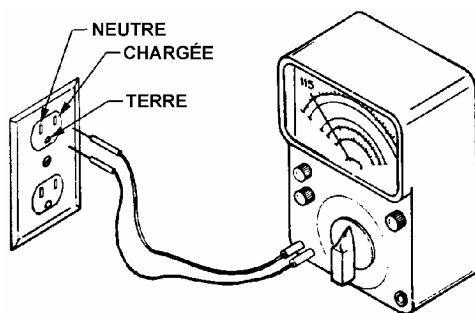

Figure 2. Prise 115 volts
1. **Vérification de la tension :** À l'aide d'un voltmètre réglé pour la vérification de la tension secteur c.a., insérer un connecteur dans la borne **CHARGÉE (HOT)** et l'autre dans la borne **NEUTRE (NEUTRAL)**. Le voltmètre devrait indiquer entre 103 et 126 volts c.a. Voir la figure 2.
2. **Vérification de la mise à la terre et de la polarité :** À l'aide d'un voltmètre réglé pour la tension secteur c.a., insérer un connecteur dans la borne **CHARGÉE (HOT)** et l'autre dans la borne **TERRE (GROUND)**. Le voltmètre devrait indiquer entre 103 et 126 volts c.a. Voir la figure 2.
REMARQUE La borne CHARGÉE (HOT) de la prise doit toujours être dans le sens contraire des aiguilles d'une montre (antihoraire) à partir de la borne TERRE (GROUND), celle-ci étant au bas. La borne NEUTRE (NEUTRAL), elle, est dans le sens horaire. Voir la figure 2.